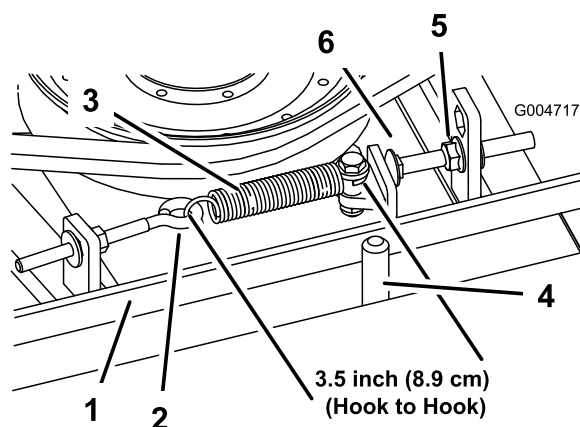

Bild 97
Bei richtiger Spannung sollte der Wert innen an der Verlängerungsfeder (Haken zu Haken) ungefähr $8,27 \text{ cm} \pm 9,53 \text{ cm}$ betragen. Wenn die Federspannung richtig ist, stellen Sie die Anschlagschraube (Schlossschraube) ein, bis der Abstand zwischen dem Schraubenkopf und dem Spannarm ungefähr $0,17\text{-}0,4732 \text{ cm}$ beträgt (Bild 97).
Hinweis: Achten Sie darauf, dass der Riemen auf der Federseite der Riemenführung positioniert ist (Bild 97).
2. Lösen Sie den Augenbolzen, um die Verlängerungsfeder abzunehmen (Bild 97).
3. Lösen Sie die Bundmutter, mit der die Anschlagschraube an der Befestigungsnase befestigt ist, und schieben Sie die Spannscheibe vom Riemen weg, um die Riemenspannung zu lösen (Bild 97).
9. Setzen Sie die Verlängerungsfeder (Bild 97) wieder in den Augenbolzen ein und spannen Sie den Riemen wie folgt: